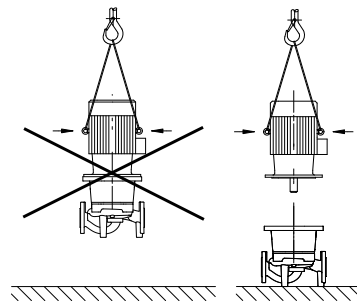

Fig. 7: Транспортиране на мотора
- Транспортните халки на мотора са предназначени само за транспортиране на мотора, а не на цялата помпа (Fig. 7).